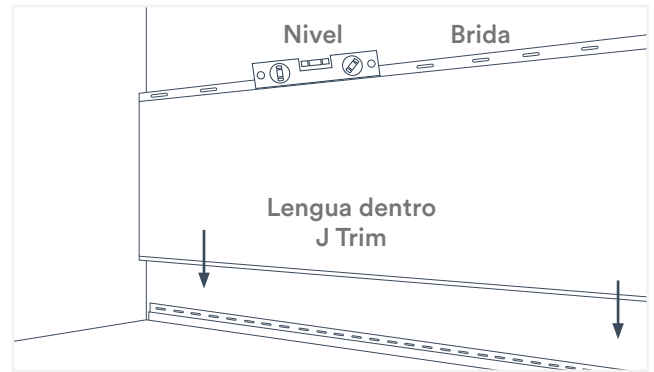

Fig. 17
3. Corte la longitud del primer panel para la primera hilera. Comenzando desde abajo, coloque el panel de manera que la brida del tornillo apunte en dirección opuesta al piso. Antes de fijar, use un nivel para asegurarse de que el panel esté correctamente alineado y deje un espacio de 1/8" entre el lado de la lengüeta del panel y la moldura adyacente (Fig. 17). Fije al menos una vez cada 24" con los tornillos recomendados.